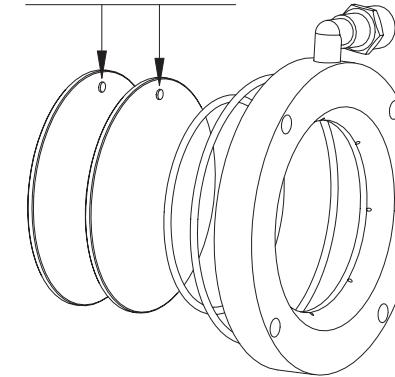

Fig. 2
- ⚠ Attenzione al corretto orientamento dei vetri filtro IR. Tali vetri sono dotati di un riferimento che identifica il lato che deve essere rivolto verso l'esterno della custodia cioè verso la direzione di provenienza della radiazione IR. Prima di effettuare la chiusura della flangia rimuovere il riferimento vetri IR (Fig. 2).**
- Posizionare la coppia di vetri nell'apposita sede della nuova flangia fornita in dotazione al kit dopo aver inserito correttamente le guarnizioni O-Ring (Fig. 2).
- ⚠ Attention à orienter correctement les verres filtre IR. Ces verres sont équipés d'un repère identifiant le côté devant être tourné vers l'extérieur du caisson, c'est-à-dire vers la direction de provenance des radiations IR. Avant de fermer la barrière d'air enlever la référence verres IR (Fig. 2).**
- Positionner les deux verres dans le logement prévu de la nouvelle bride fournie avec le kit après avoir mis en place les anneaux toriques d'étanchéité (Fig. 2).
- ⚠ Make sure the IR filter glasses face the right direction. The glasses have a reference mark showing the side that should face towards the outside of the housing i.e. towards the direction from which the IR radiation will arrive. Before closing the air barrier remove the IR glasses reference (Fig. 2).**
- Position the glass pair in the appropriate seating on the new flange supplied with the kit, after correctly inserting the O-ring seals (Fig. 2).
- ⚠ Achten Sie darauf, daß die IR-Filterscheiben richtig herum eingesetzt werden. Diese Scheiben sind mit einer Markierung versehen, um die Seite zu kennzeichnen, die außerhalb des Gehäuses zeigt, also in die Richtung, aus der die IR-Strahlung kommt. Bevor Sie die Luftbarriere schließen, nehmen Sie die Markierung IR-Scheiben ab (Fig. 2).**
- Setzen Sie die O-Ring-Dichtungen korrekt ein (Fig. 2). Positionieren Sie dann die beiden Scheiben im zugehörigen Sitz des neuen, im Bausatz enthaltenen Flansches ein.